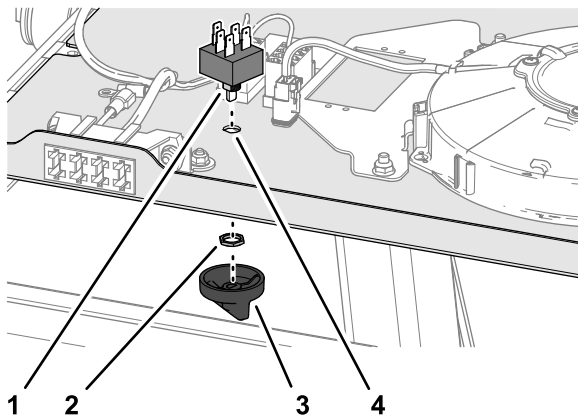

Figure 5
- Alignez le méplat de la tige extérieure de l'arbre de la commande de ventilateur et le trou en D du panneau de commande (**Figure 5**).
- Insérez l'arbre de la commande de ventilateur dans le trou du panneau et fixez-le avec l'écrou de blocage (**Figure 5**).
- Alignez le trou en D du bouton et le méplat de la tige intérieure de l'arbre de la commande de ventilateur (**Figure 5**).
- Poussez le bouton sur la commande jusqu'à ce qu'il soit complètement engagé (**Figure 5**).